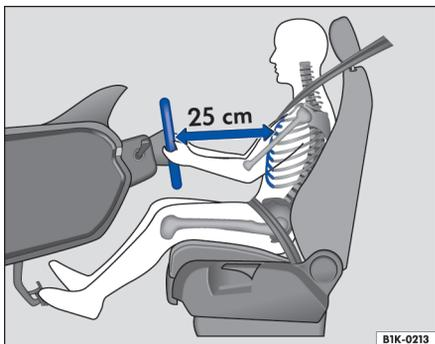

图 35 驾驶员与方向盘之间至少保持为 25 cm 的距离
- 调节方向盘，使驾驶员胸部与方向盘之间至少保持 25 cm 的距离。⇒ 图 35